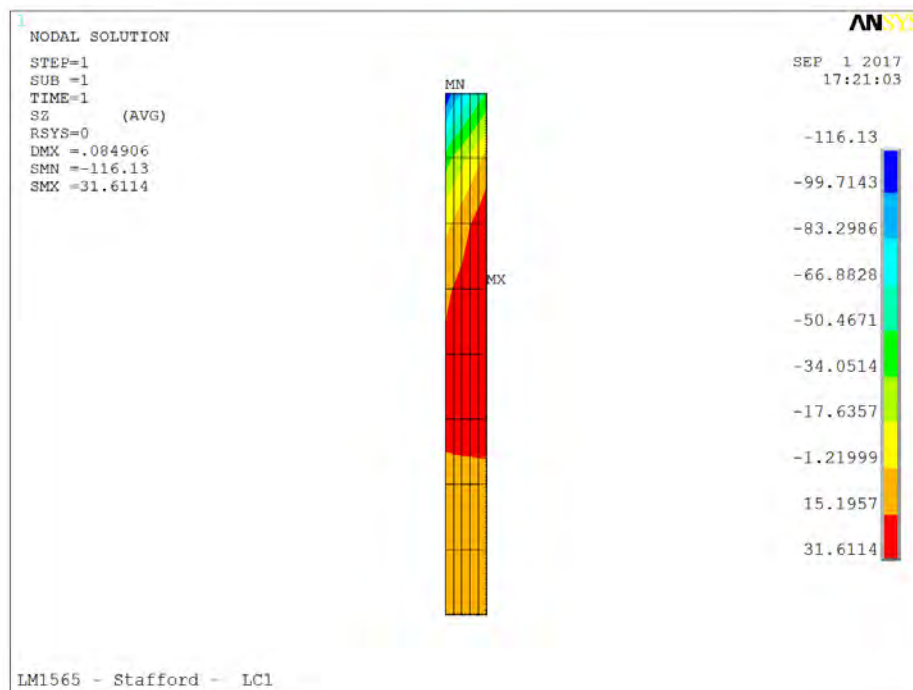

Fig. 1H
- **Fig. 1H - Wall hoop stress**